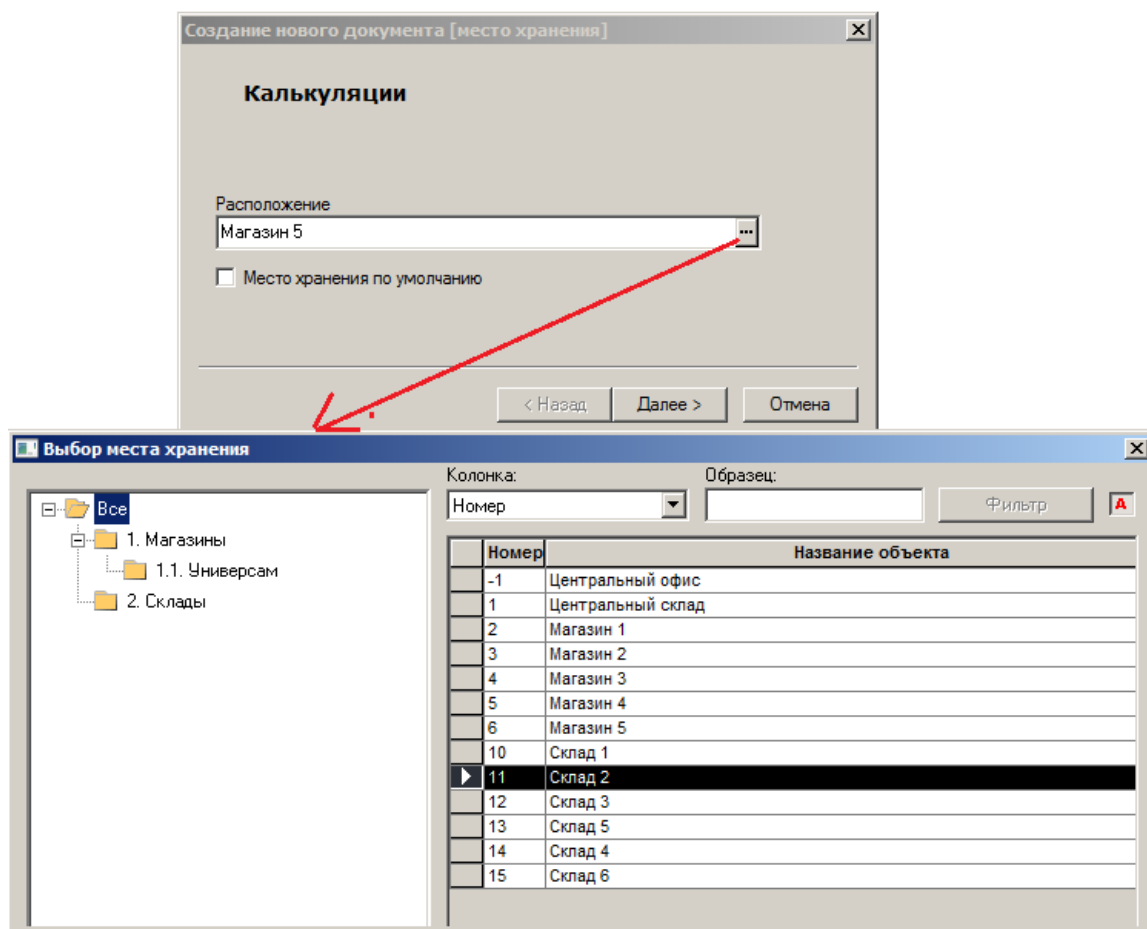

Рисунок 23 – Создание документа «Калькуляции» (1)
2. Из раскрывающихся списков выбрать название места хранения, для которого создается документ. Если в настройках выбранное место хранения определено как место хранения по умолчанию следует установить флаг **Место хранения по умолчанию** (Рисунок 23) и нажать кнопку **Далее**.